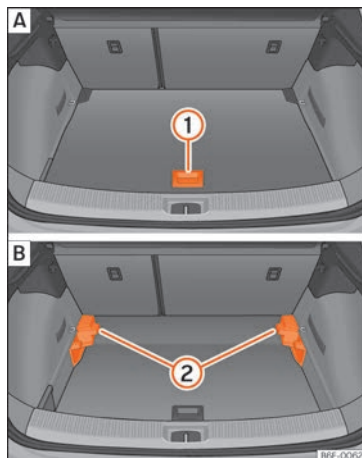

Fig. 144 Suelo variable del maletero: **A** posición alta; **B** posición baja.
- Para pasar de la posición baja a la alta, levante el piso por el asidero **»» fig. 144 (1)**, tire de él hacia atrás hasta que la parte delantera del piso rebase totalmente los soportes **(2)**.
- Para pasar de la posición alta a la baja, levante el piso por el asidero **»» fig. 144 (1)**, tire de él hacia atrás hasta que la parte delantera del piso rebase totalmente los soportes **(2)**.
- Deje caer la parte anterior contra el piso y empuje el piso hacia adelante hasta que haga tope en el respaldo de los asientos posteriores bajando al mismo tiempo el piso con el asidero ①.
- Con el suelo variable en posición alta, levántelo por el asidero » fig. 144 ①, tire de él y empuje hacia el respaldo de los asientos posteriores hasta que se doble por la línea de bisagra y la parte móvil del piso repose sobre el mismo.